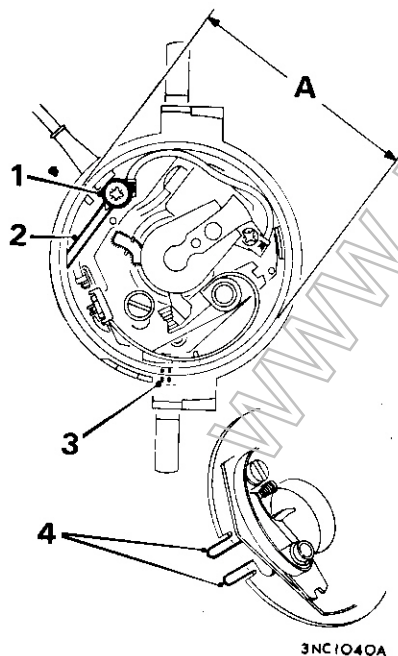

Fig. B.5
- f. Disporre il complessivo portaruttore in modo che le due linguette rivolte in basso siano situate simmetricamente ai lati del foro filettato ricavato sotto la molla fissacalotta, Fig. B.5. Spingere il complessivo entro il corpo del distributore sinchè scatta in sede.
- g. Eseguire la misurazione del diametro del corpo del distributore all'altezza della battuta di chiusura della calotta ed in direzione normale alla scanalatura ricavata nel complessivo portaruttore, Fig. B.5. Ricollegare la connessione di massa ed avvitare a fondo la vite di bloccaggio del portaruttore. Ricontrollare la misurazione eseguita in precedenza; se il valore ora rilevato non è aumentato di almeno 9,15 mm rispetto al precedente, sostituire il complessivo portaruttore.